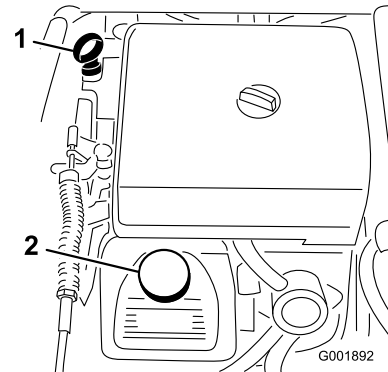

図 50
2. ディップスティックを抜き、ウェスで一度きれいに拭く(図 50)。ディップスティックを、チューブの根元までもう一度しっかりと差し込む。ディップスティックを引き抜いて油量を点検する。
3. オイルの量が不足している場合は、バルブ・カバーについている補給口のキャップ(図 50)を取り、ディップスティックの FULL マークまで補給する。補給するときは、ディップスティックで確認しながら少量ずつ入れる。入れすぎないように注意してください。
8. 所要量の約 80% のオイルを補給口から入れる (図 50)。